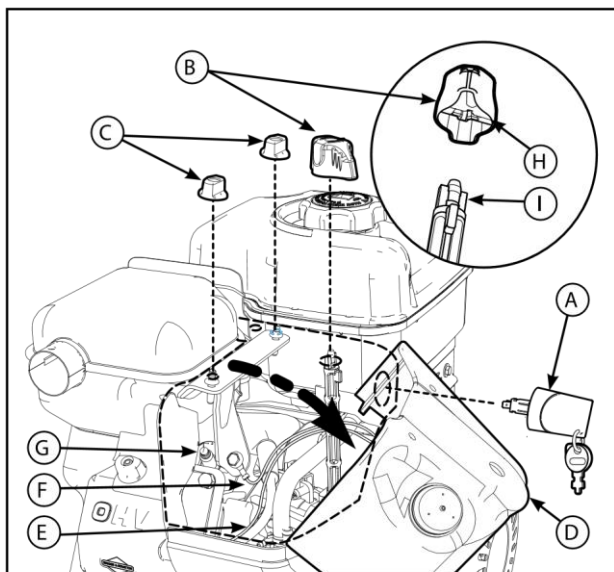

Рис. 15
1. Выньте ключ Вкл/Выкл (а, рис. 15) или ключ зажигания. храните в недоступном для детей месте.
4. осторожно снимите верхнюю часть насадки для снега (D). не отсоединяйте шланг прокачки (е) или провод ключа (F).
5. снимите свечу зажигания (G) и замените ее. (см. Технические характеристики)
8. Выровняйте выемки (н, рис. 15, врезка) на ручке управления заслонкой с выступами на рычаге управления заслонкой (I) и нажмите на ручку, чтобы установить ее. если ручка управления заслонкой установлена неправильно, заслонка не будет работать.